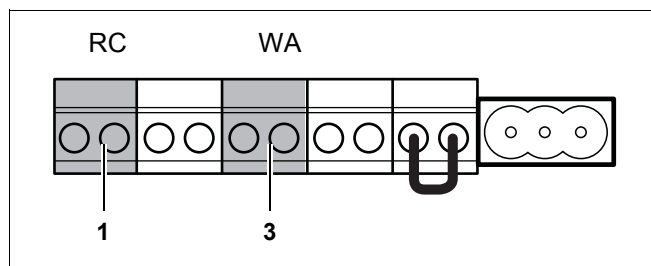

Fig. 33 Regletă – telecomandă de cameră RC și solicitare de căldură fără potențial
- Nu este posibil să racordați în același timp un termostat (fig. 33, poz. 1) la racordul RC (fig. 33, poz. 3) și la racordul bornelor solicitării de căldură (WA).